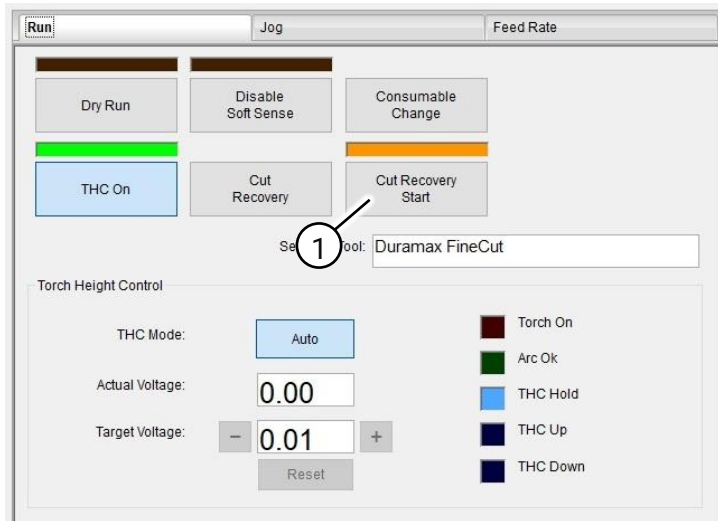

Fig. 83 De knop 'Cut Recovery Start' is geactiveerd
1.1 De knop 'Cut Recovery Start' wordt geactiveerd (verklikkerlamp knipper amberkleurig) (Fig. 83 (1)).